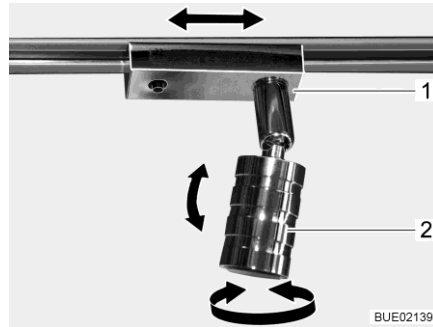

Fig. 83 Foco
- Girar:** ■ Cogeer la carcasa (Fig. 83,2) y girarla.
- Desplazar:** ■ Agarrar la base (Fig. 83,1) y girarla aprox. 45°.
- Retirar:** ■ Agarrar la base (Fig. 83,1) y girarla 90°.